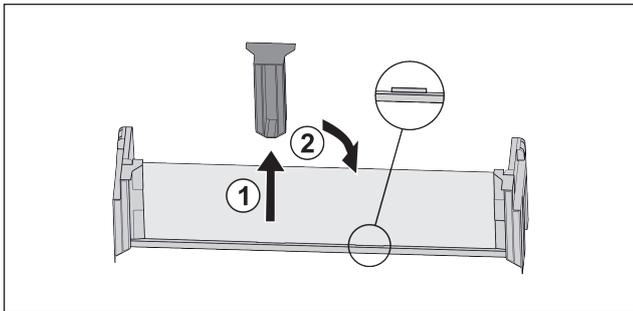

Fig. 83 \*
- ▶ Mittleres Halteteil abziehen Fig. 83 (1).\*
- ▶ Mittleres Halteteil auf zweiter Position einsetzen Fig. 83 (2).\*